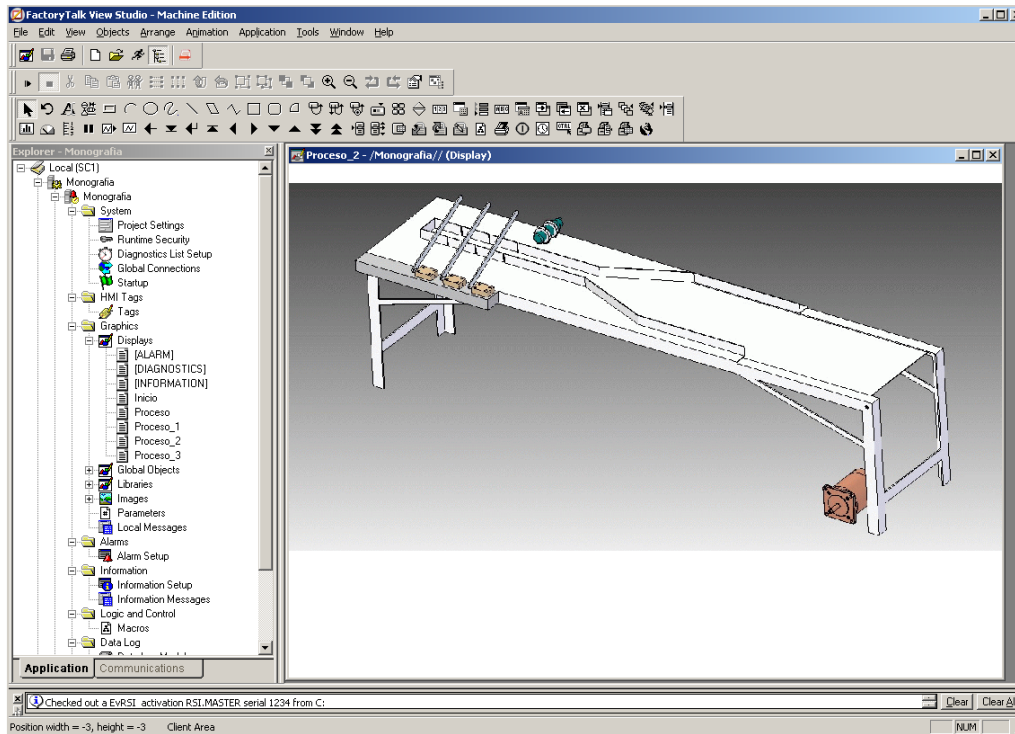

Figura 57. Imagen de la Pantalla Proceso_2 para la Maquina de Embalaje. [4]
- Proceso_2 (Banda de Botellas). (Ver Figura 57)